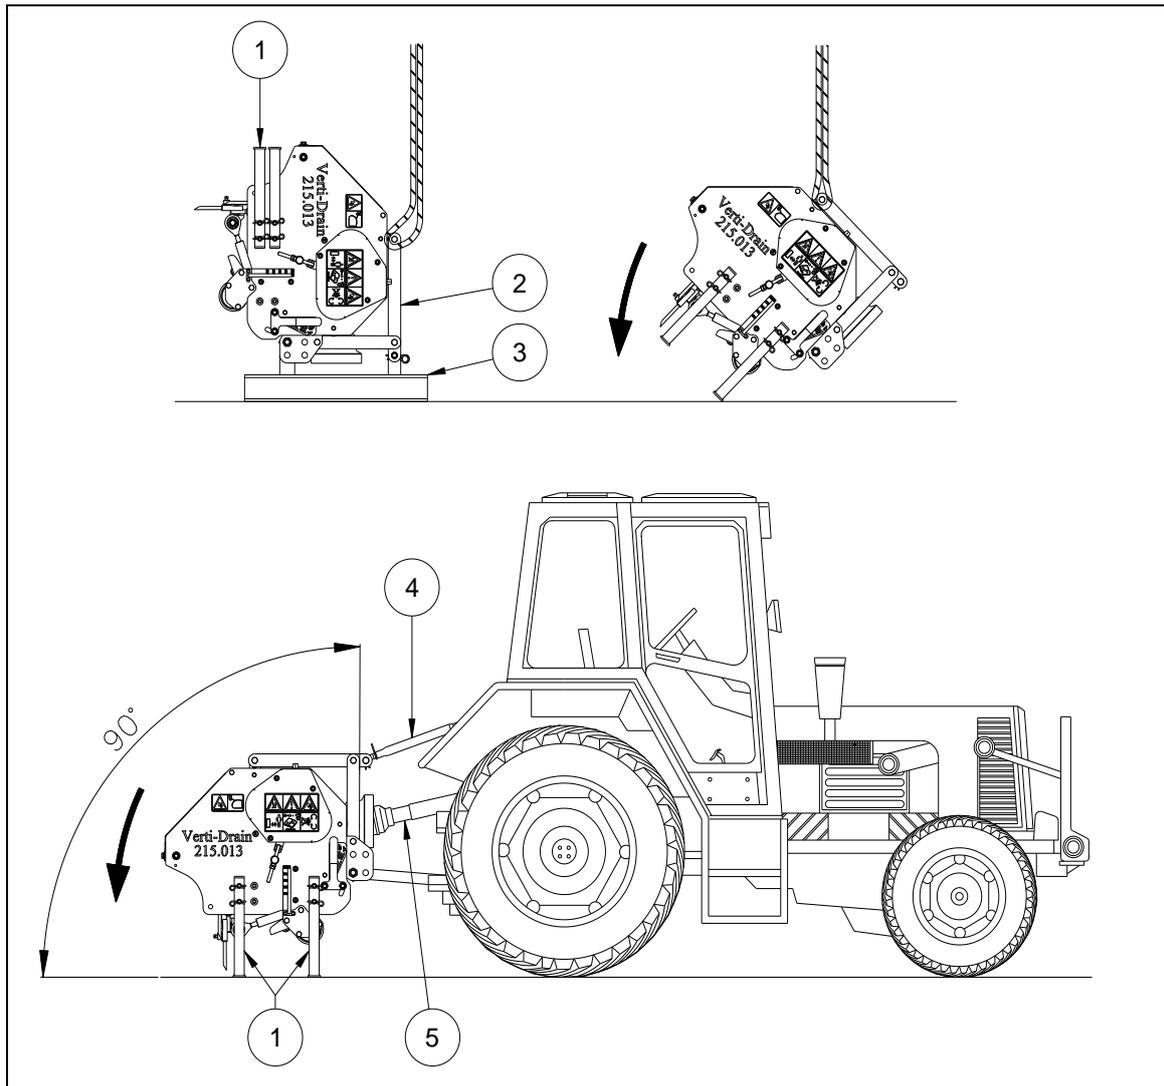
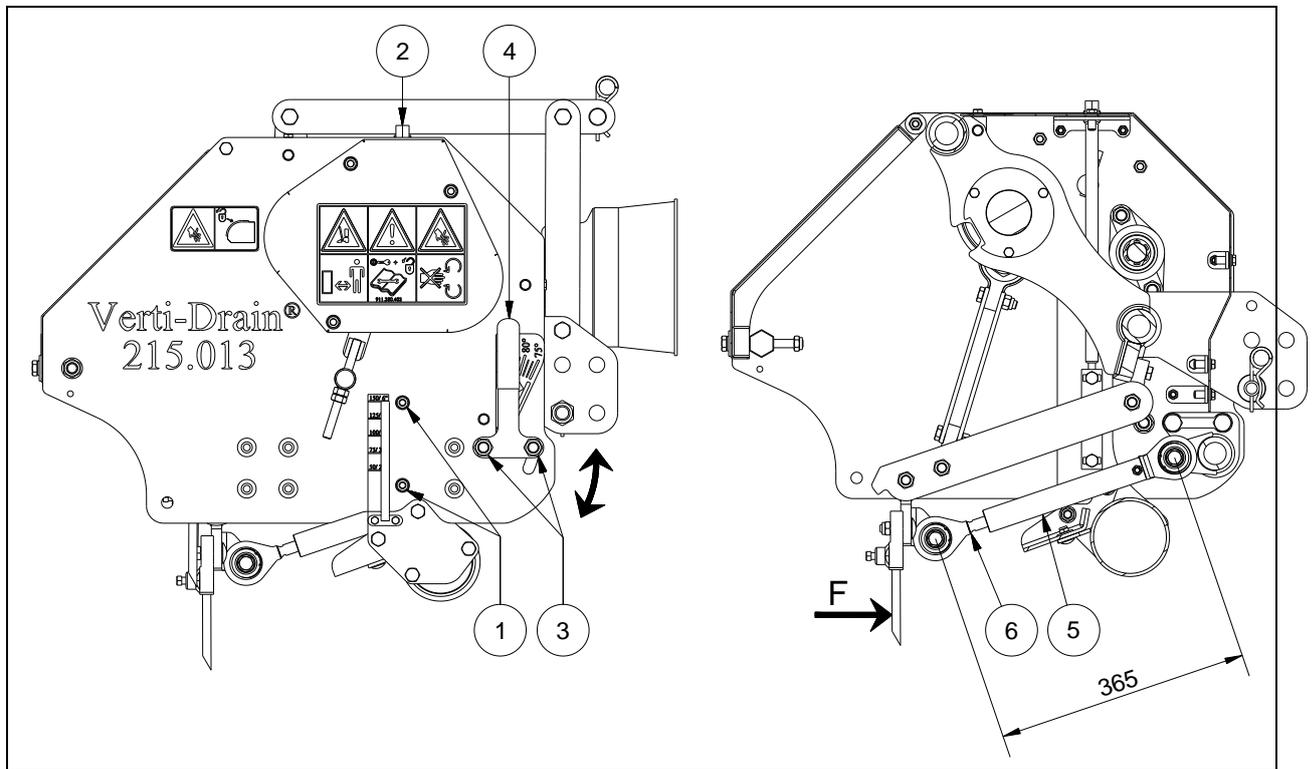

Fig. 8
Fig. 10
La máquina está en la pala verticalmente. Se debe proceder de la manera siguiente para quitar la pala y conseguir que la máquina llegue al suelo horizontalmente (véase la fig. 8):
Para ajustar la profundidad de trabajo (véase la fig. 10):
Para ajustar el ángulo de corriente de aire (véase la fig. 10):
1. Desenrosque las tuercas (3) de la regulación angular con una vuelta.
2. Gire con la ayuda de la palanca (4) las púas en el ángulo de corriente de aire deseado.
3. Vuelva a apretar las tuercas (3) de la regulación angular.
- A 90 grados, las púas sólo entran en el suelo rectamente si se ha ajustado la máquina adecuadamente, véase la fig. 8. Si esto no es correcto, se pueda producir la fuerza F, véase la fig. 10, que dañará la máquina.
- La longitud de la barra de tracción ensamblada (5) debe ser de 365 mm (14,4"), que se puede calibrar usando calzos para ajuste (6).
- Si el Verti-Drain® no es montado de la manera correcta tras el tractor, véase la fig. 8, varios ángulos del eje delatoma de fuerzapuedan causar vibraciones en la línea de marcha de la máquina. Estas vibraciones pueden dañar la máquina y los agujeros en el suelo.